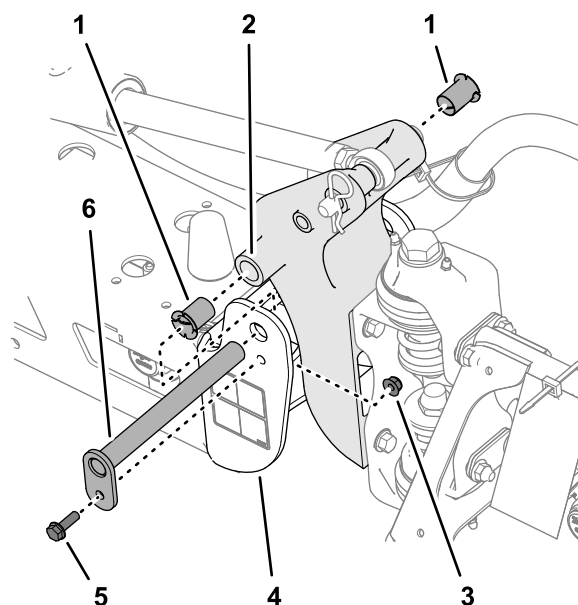

Рисунок 115
3. Отверните болт и гайку, которые крепят ось поворота, и снимите ось поворота (Рисунок 115).
5. Снимите и осмотрите нейлоновые втулки с передней и задней сторон кронштейна шарнира (Рисунок 115).
6. Нанесите тонкий слой масла на нейлоновые втулки и установите их в кронштейн оси поворота (Рисунок 115).
7. Совместите отверстия в кронштейне шарнира с отверстиями в швеллере (Рисунок 115).